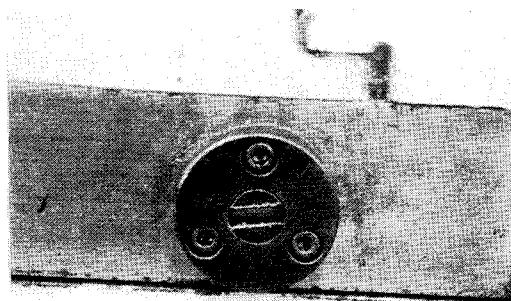

図2-27
- ③ テーブル右側前部にある調節ねじを回し、テーブルの傾きを調整する（図2-27）。